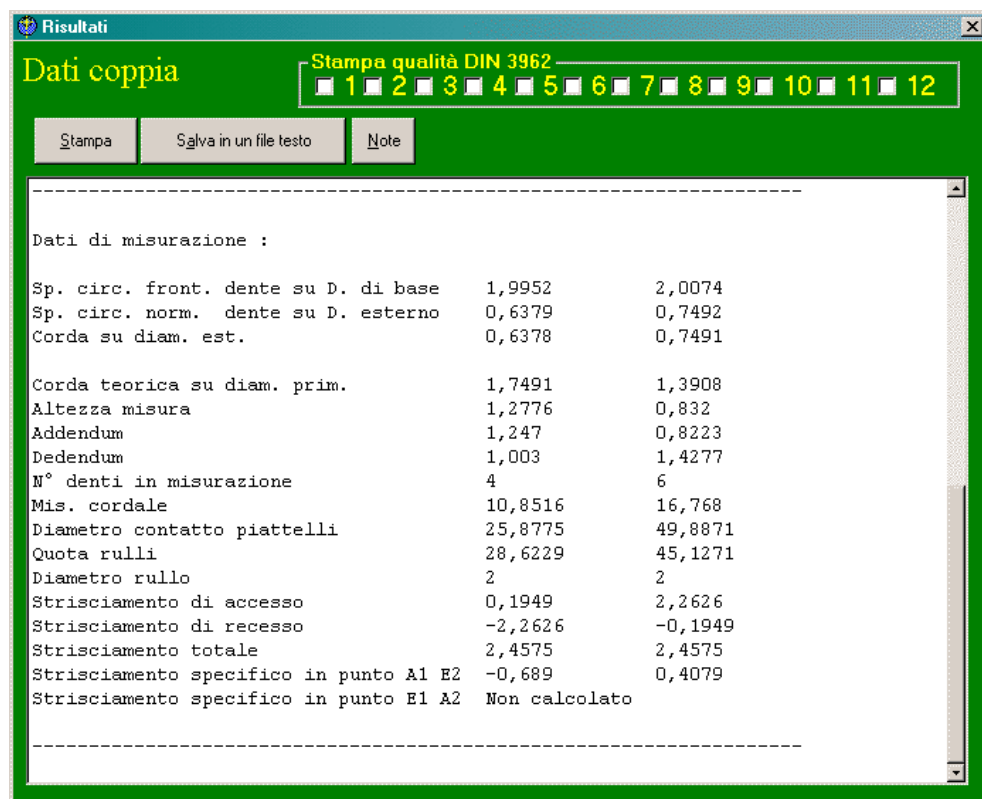

fig.11
■ Menu Calcoli: Risultati e modifica n°denti in misurazione (fig.11)